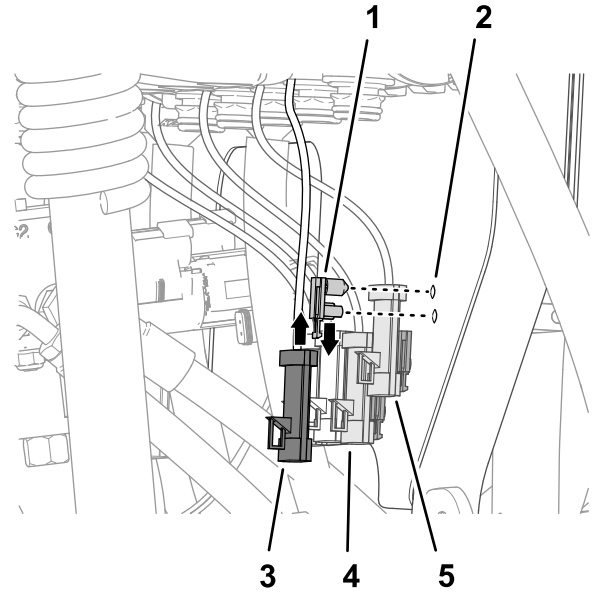

図 114
1. コネクタアンカー用押し込みファスナーをバルブマウント穴に取り付ける(図 114)。